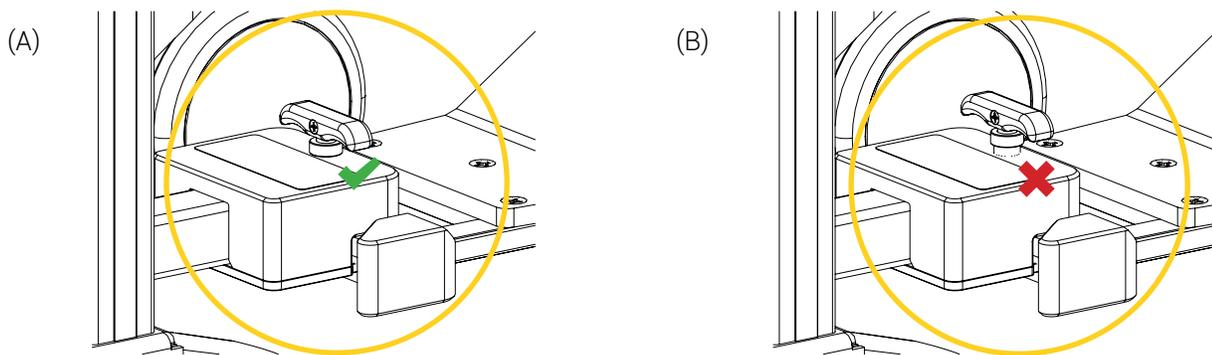

Figure 12 : Chariot néonatal THS installé sur l'incubateur Babyroo TN300
7. S'assurer que le couplage entre le bras rabattable du chariot de transport et le dispositif d'accouplement THS sous l'incubateur Babyroo TN300 soit sécurisé (Figure 12).